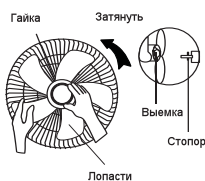

Рис.9
7. Насадите заднюю решетку на ось мотора и зафиксируйте гайкой. Установите лопасти на ось, так чтобы они вошли в стопор оси выемкой. Закрутите гайку фиксации лопастей против часовой стрелки (Рис. 9)